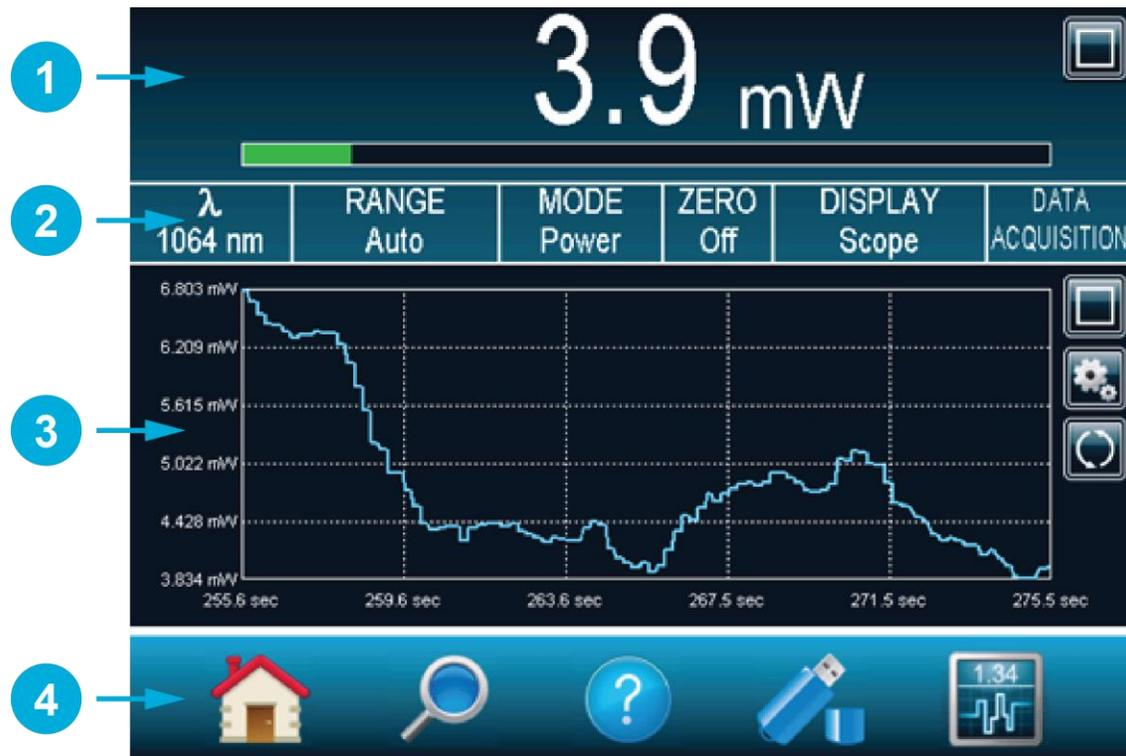

Figure 4. Fenêtre pour commencer avec MAESTRO
- 6- Les têtes de puissance mettent le MAESTRO en mesure de puissance par défaut. Les têtes d'énergie mettent le MAESTRO en mesure d'énergie par défaut. L'affichage passera par défaut à un affichage double en temps réel et le graph déroulant (figure 4) en mode **d'échelle automatique**.